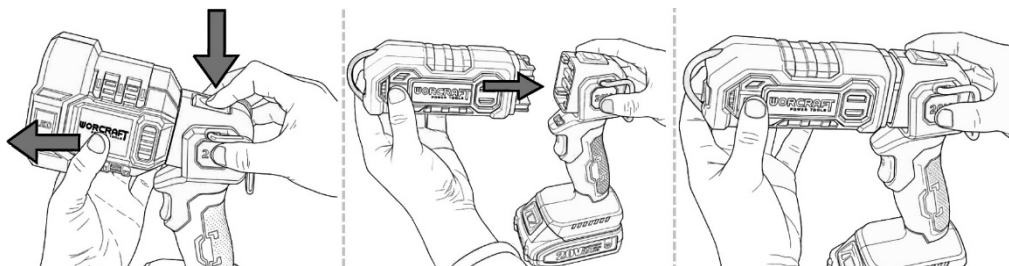

Рисунок 5
- світлодіодна головка спрямованого світла (2) – призначена для створення потужного, сконцентрованого світлового променя на велику відстань (до 500 м). Ідеально підходить для освітлення віддалених об'єктів або роботи в режимі ручного ліхтаря;
- світлодіодна головка розсіяного світла (6) – призначена для створення широкого, рівномірного загального освітлення робочої зони на ближній відстані. Ідеально підходить для локального освітлення робочих місць у майстернях, на будівельних майданчиках, у виробничих або побутових приміщеннях.
2.3.6 Для заміни світлодіодної головки виконайте такі дії (дивіться рисунок 5):
- натисніть та утримуйте кнопку розблокування (9). Не відпускаючи кнопку, потягніть встановлену головку (2 або 6) вздовж напрямних у верхній частині рукоятки (5) до її повного від'єднання;
- сумістіть напрямні потрібної світлодіодної головки з пазами у верхній частині рукоятки (5) та посуňte її до характерного клацання, яке свідчитиме про надійну фіксацію.